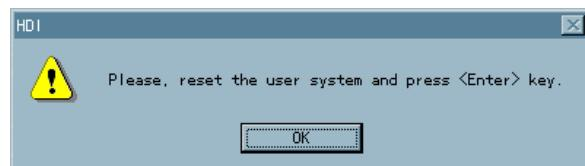

図 3.6 リセット要求ダイアログ
- PCの画面にダイアログ（図3.6参照）が表示されるので、SH7727SEのリセットスイッチ（SW1）をONにし、CPUをリセット後、「OK」ボタンをクリックまたは、<Enter>キーを押してください。